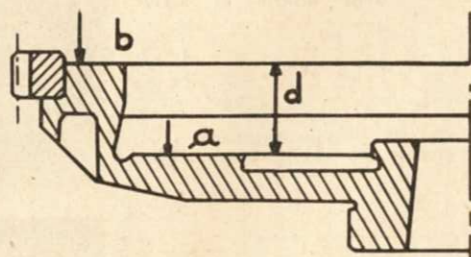

Fig. 42. — Vue en coupe du volant d'embrayage
- Contrôler le volant et le remettre en état s'il y a lieu (voir fig. 42). Si le disque est défectueux, remplacer l'ensemble.